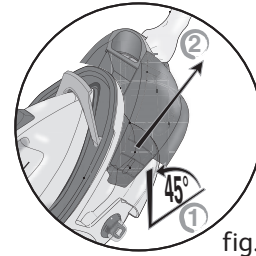

fig. 4
- Retirez le réservoir d'eau amovible à l'aide de la poignée (située à l'avant du générateur) – **fig.4**.